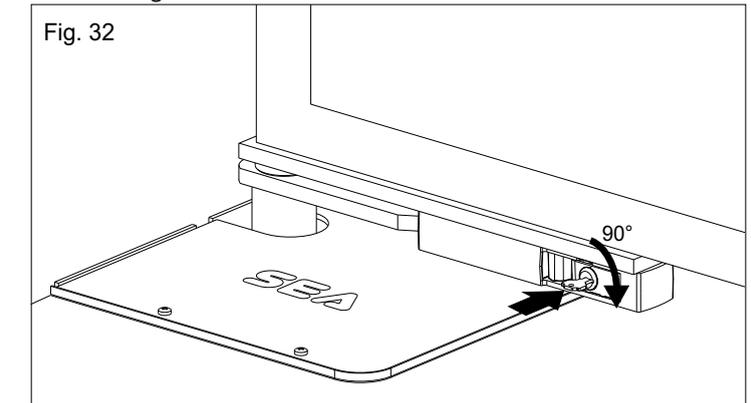

Fig. 32
- Insérer la clef fournie dans la serrure et tourner la de 90° dans le sens des aiguilles d'une montre (Fig. 32).